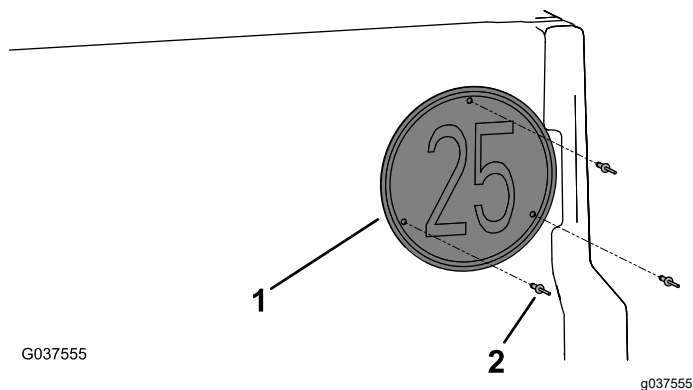

Figura 14
4. Instale la placa de velocidad en el portón trasero con 3 remaches ciegos (3/16" x 15/16"), como se muestra en la Figura 14.